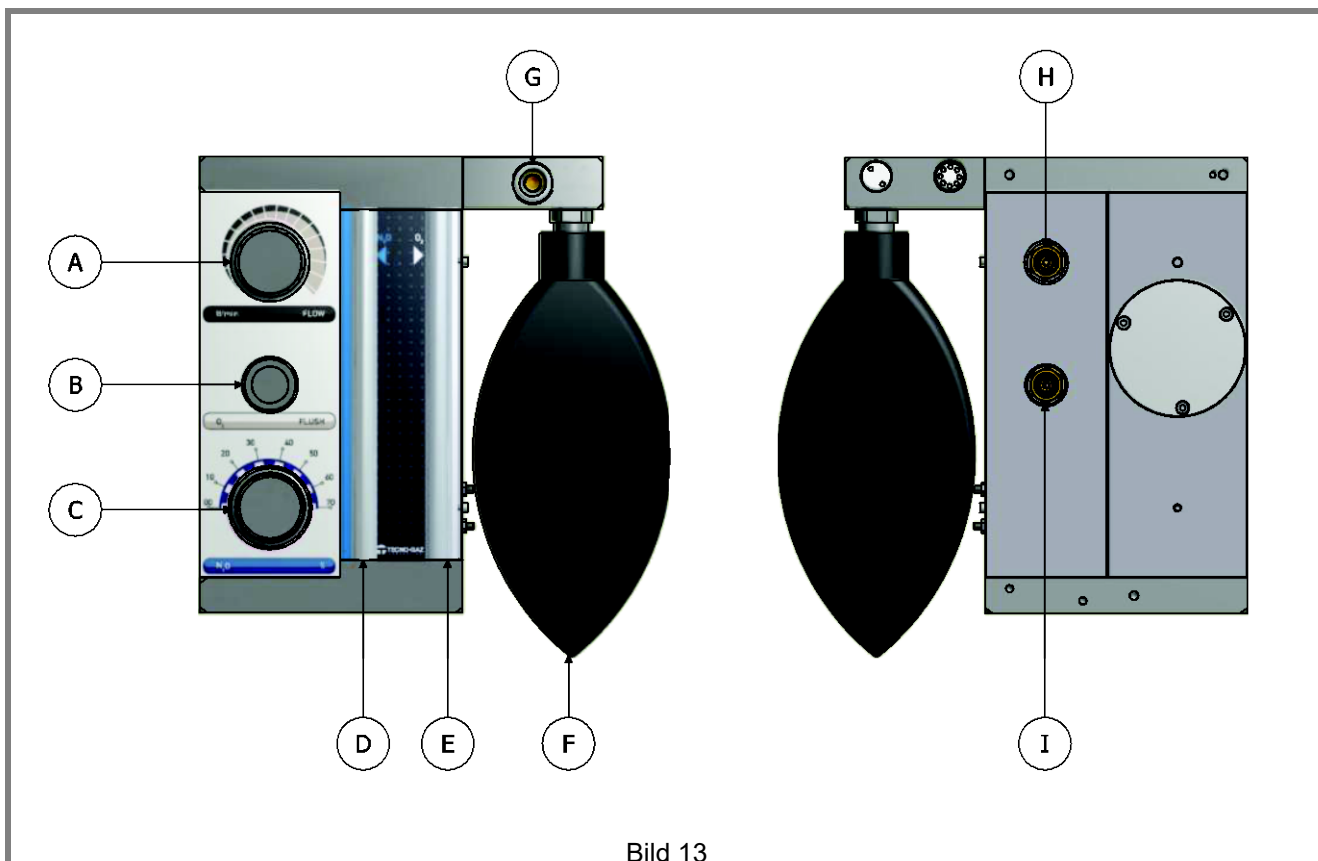

Bild 13
Beutel (Abbildung 13 Pos F) beobachten.
**Während der Behandlung sind die an den Säulen (E, D - Abbildung 13) angezeigten Flussraten ständig unter Kontrolle zu halten.**